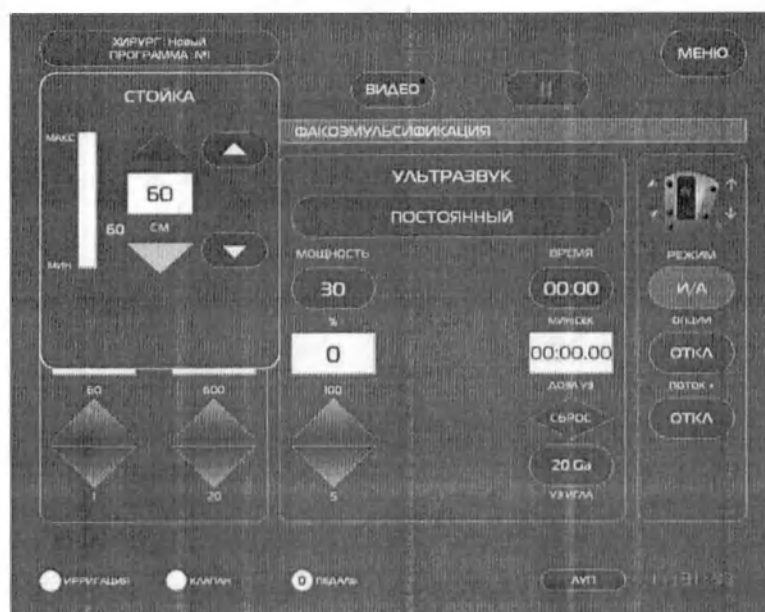

Рис.14.12 – Окно «СТОЙКА».
- Клавиша-табло «СТОЙКА» (Рис. 14.6) – отображает высоту стойки и позволяет в появляющемся окне «СТОЙКА» (Рис. 14.12) управлять ирригационной стойкой (см. п.п. 14.3.6).